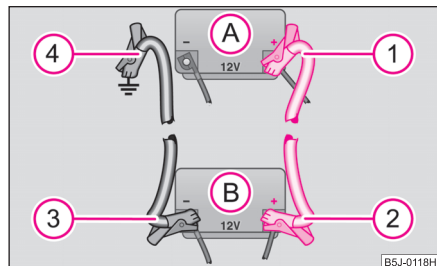

Fig. 175 Démarrage à l'aide de la batterie d'un autre véhicule : A - Batterie déchargée, B - Batterie fournissant le courant
- Fixez une extrémité (1) au pôle positif ⇒ fig. 175 de la batterie déchargée (A).
- Fixez l'autre extrémité (2) au pôle positif de la batterie fournissant le courant (B).